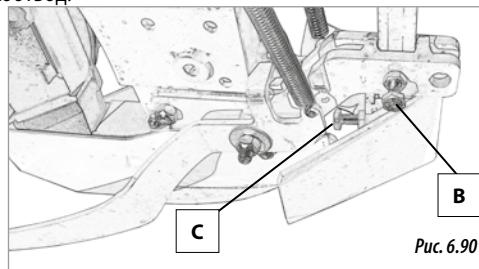

Рис. 6.90
- 1- Ослабить болт (B, рис. 6.90), чтобы освободить анкерный сошник.
- 2- Установить анкерный сошник на нужный уровень заглубления и затянуть болт (B, рис. 6.90).
- 3- Ослабить болт (C, рис. 6.90), чтобы освободить комкоотвод.
- 5- Затянуть болт, (C, рис. 6.90) чтобы зафиксировать анкерный сошник и комкоотвод.